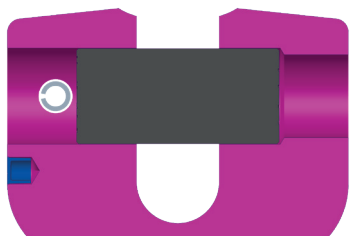

Fig. 9: Montage de l'axe de chape par la goupille de serrage et le trou étagé (à gauche). Un axe de chape de la taille immédiatement inférieure tombe.
- L'axe de chape doit être monté de manière inamovible dans le composant grâce à la goupille de serrage et au trou étagé (Fig. 9).